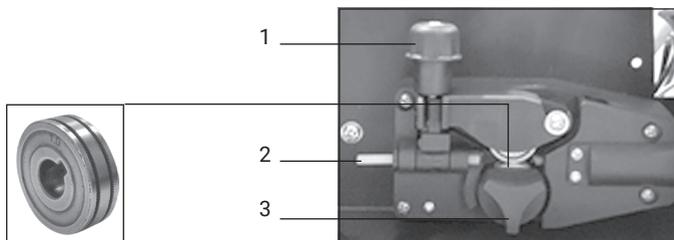

рис.5
обходимо открутить фиксатор шкива (рис.2 поз.1), установить катушку и зафиксировать ее в обратной последовательности, после чего пропустите сварочную проволоку в механизм подачи (рис. 5):
- открутите фиксатор изменения усилия зажатия (рис.5 поз.1) и откройте прижимной механизм подачи проволоки, отведя его вверх;
- проверьте, чтобы размер канавки ролика на прижимном механизме соответствовал диаметру используемой сварочной проволоки, при необходимости поменяйте положение ролика, открутив фиксатор ролика (рис. 5 поз.3) против часовой стрелки;
- пропустите проволоку внутри направляющей трубки (рис.5 поз.2) и дальше в механизм подачи;
- опустите прижимной механизм и установите необходимое усилие прижима ролика поворотом фиксатора (рис.5 поз.1);